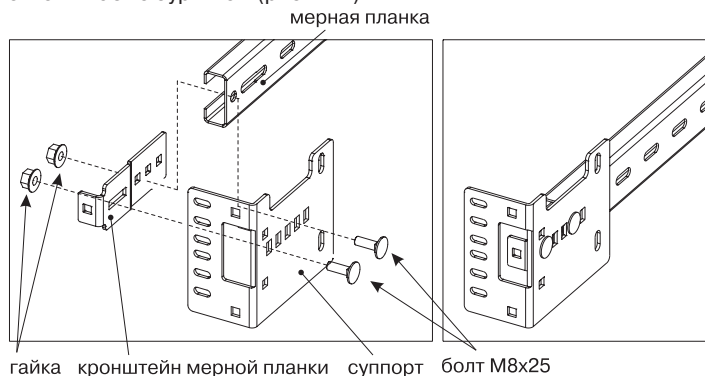

Рис. 14.1
- собрать боковые узлы крепления перемычки, для чего внутрь перемычки установить кронштейны мерной планки, снаружи перемычки установить суппорты. Детали закрепить между собой болтами M8x25 с полукруглой головкой и гаек с буртиком (рис. 14.1).